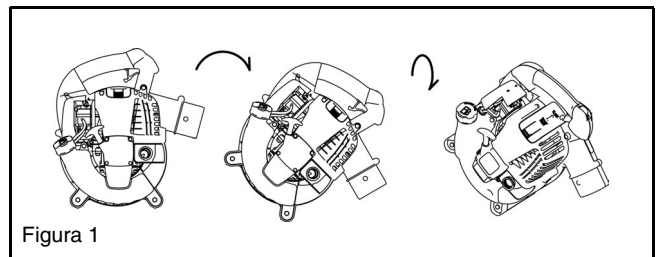
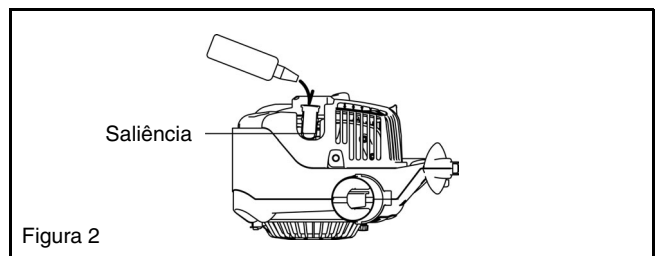

Figura 1
Figura 2
- (1) Coloque a máquina em um lugar plano.
- (2) Coloque o interruptor de parada na posição "1" (Figura 1).
- (3) Continue a accionar a bomba de escorva até o combustível entrar na mesma (Figura 2).
- (1) Confirme que a tampa do tanque está bem apertada.
- (2) Retire a tampa do óleo.
- (3) Incline a máquina na sequência ilustrada na Figura 1.
- (4) Oriente a máquina como mostrado na Figura 2 e reabasteça o óleo até a saliência dentro do tubo.
- (5) Depois de reabastecer, aperte o medidor de óleo com firmeza. Se não o apertar o suficiente, pode ocorrer fuga de óleo.
Para abrir a capa, coloque os dedos na pega principal e na saliência da capa da vela (Figura 1). Empurre a saliência para cima e deslize a capa na direcção "OPEN" (Figura 2). Para fechar a capa, deslize-a na direcção "CLOSE" até que a unha embaixo da saliência da capa da vela fique em cima da tampa do motor. Por fim, pressione a saliência.